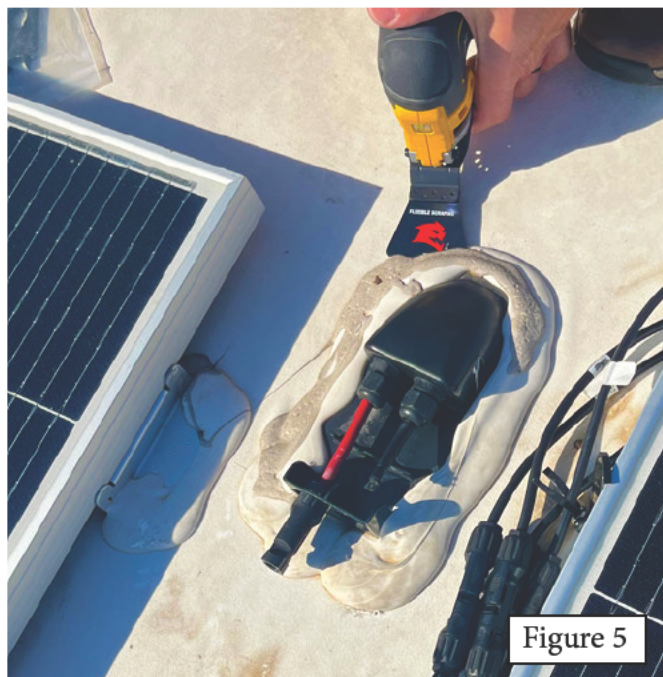

Figure 5
6. Utilisez un outil multifonction oscillant pour découper le silicone se trouvant autour du bornier de toit pour panneaux solaires (Figure 5). FAITES ATTENTION de ne pas couper ni endommager la membrane ou le toit lorsque vous retirez le silicone !